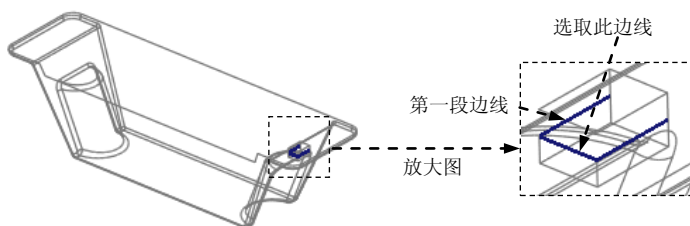

图 12.12 选取延伸边线
- (1) 遮蔽参考件。
- (2) 为了方便选取复制边线，切换模型的显示状态到实线线框显示方式。
- (3) 如图 12.12 所示，首先选取第一段边线。
- (4) 单击 **分型面** 功能选项卡 **编辑** 区域的 **延伸** 按钮，此时出现 **延伸** 操控板。
- (5) 在操控板中单击 **参考** 按钮，在“参考”界面中单击 **细节...** 按钮，此时系统弹出“链”对话框。
- (6) 按住 Ctrl 键，选取图 12.12 中所有的边线。
- (7) 在“链”对话框中单击 **确定** 按钮。